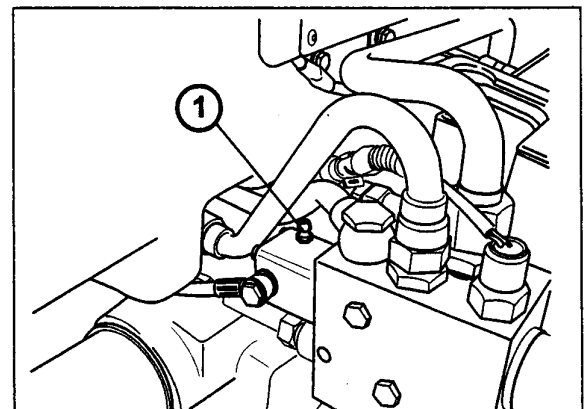

Fig. 5-64
NOTA: con tractor equipado con válvula para frenado hidráulico del remolque, es necesario eliminar también el eventual aire presente en la tubería de pilotaje de dicha válvula. Un específico tornillo (1 - Fig.5-64) en el cuerpo de la válvula permite efectuar fácilmente la purga del aire.
NOTA: cuando existe la válvula para freno remolque, el tornillo de purga (1 - Fig. 5-64) está en el grupo válvula, lo que permite purgar el aire también de dicha tubería.
1. Apretar simultáneamente los pedales, oportunamente acoplados con el relativo pasador y desenroscar el tornillo de purga (1 - Fig. 5-64) en la válvula, hasta ver salir aceite sin burbujas de aire.